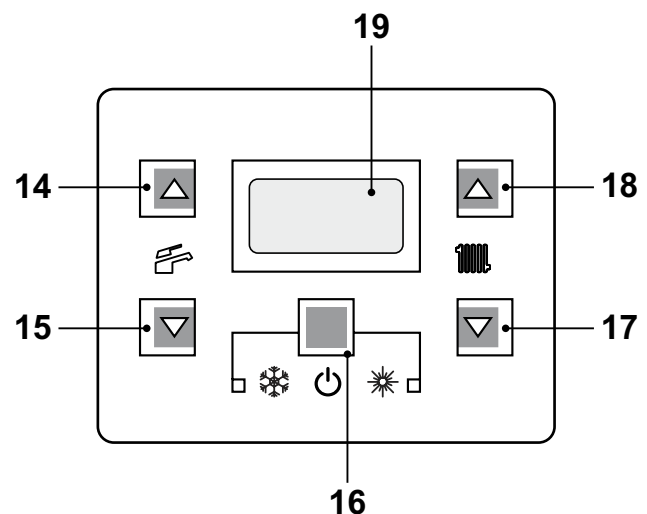

Figura 6.6
- Tenere premuto per 2 secondi il tasto 16 fino a far apparire sul display entrambe i simboli  e  Figura 6.6.
- Spegner la caldaia tenendo premuto per 2 secondi il tasto 16 (Figura 6.6 )fino a far apparire sul display LCD il simbolo  (Figura 6.5 ).